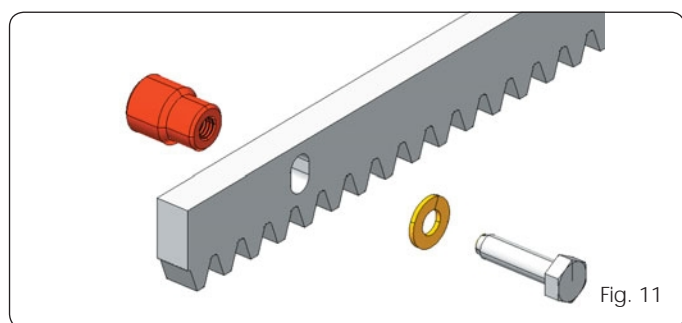

Fig. 11
**5.4.1 CREMAILLERE A SOUDER EN ACIER (Fig. 11)**